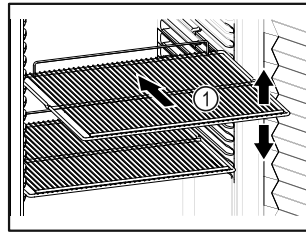

Fig. 78 Przykładowa prezentacja
- Jeśli ruszty do składowania Fig. 78 (1) są ruchome, należy je ustawić odpowiednio do wysokości.